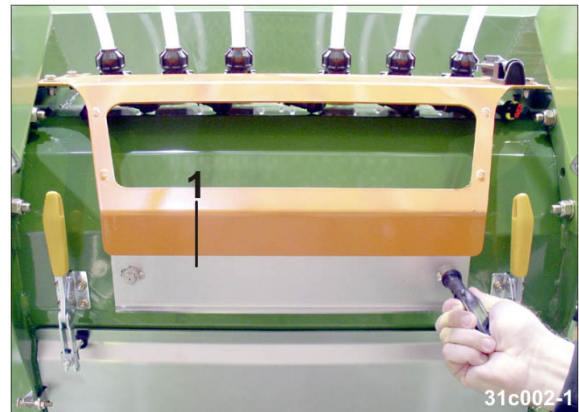

Fig. 260
3. Opsamlingsbeholderen (Fig. 260/1) tømmes i reglen efter afslutningen af markarbejdet (se kap. "Tømning af såsædsbeholderen og/eller adskillesestromlen", på side 178).